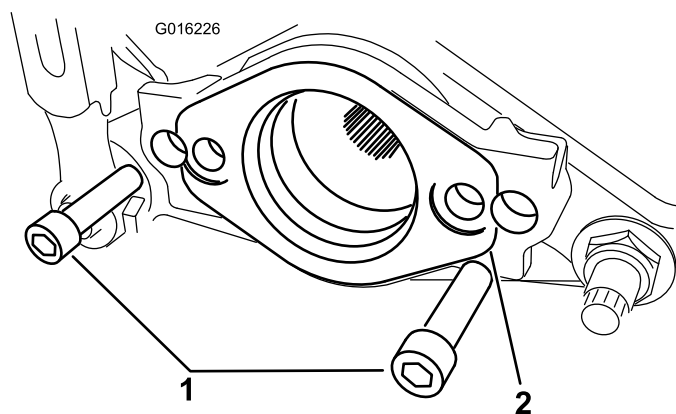

図 3
7. カッティングユニットの左側にモータマウントを固定している六角穴ねじ2本を外す。モータマウント取り付け部を取り外す 図 3。